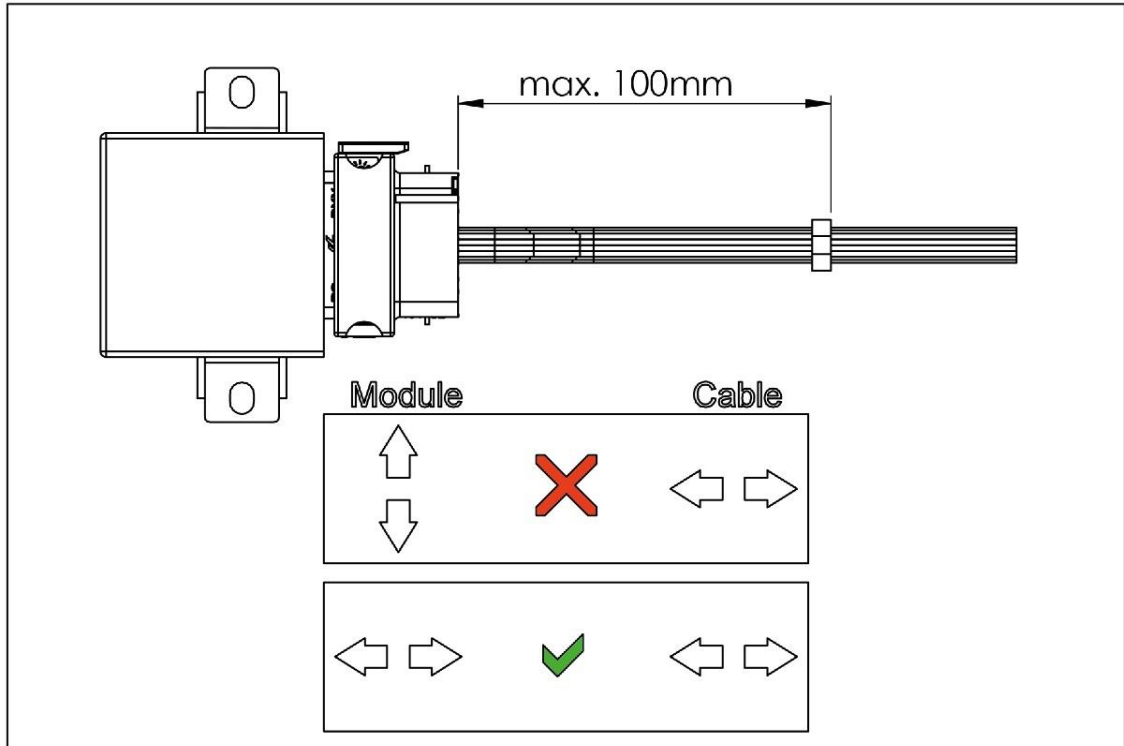
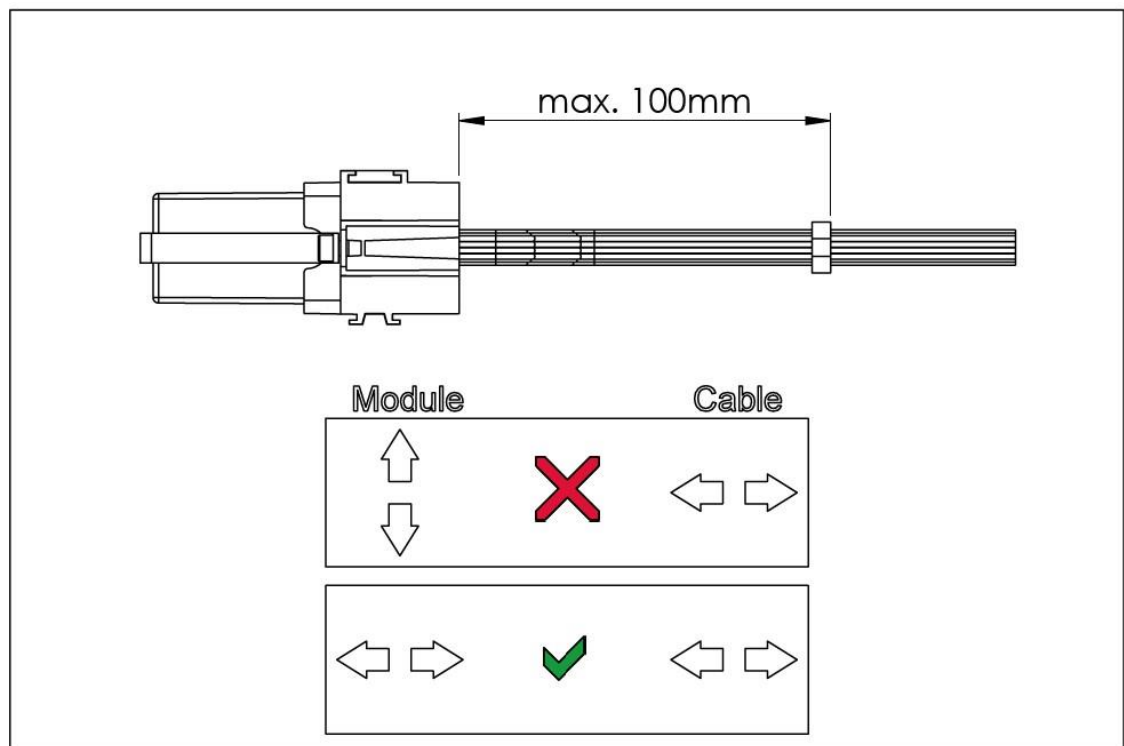

Abbildung 1: Zugentlastung des Kabelbaums (exemplarisch). 100 mm (max.) müssen eingehalten werden, Steuergerät kann variieren.
Abbildung 2: Zugentlastung des Kabelbaums (exemplarisch). 100 mm (max.) müssen eingehalten werden, Steuergerät kann variieren.
- Die Kabelführung muss so gewählt werden, dass sich der Kabelbaum ausschließlich identisch zur Bewegungsrichtung der Steuerung/des Steckers bewegt. (Befestigung Steuerung/Kabel/Zugentlastung auf dem demselben Untergrund). Eine Zugentlastung ist zwingend notwendig (siehe Abbildung 1 und Abbildung 2).